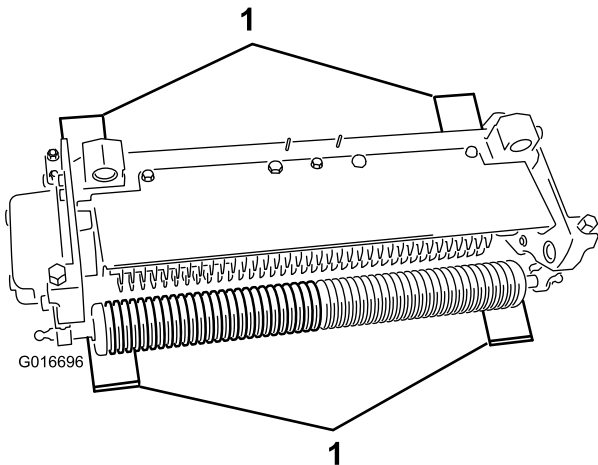

Figure 9
2. Placez 4 gabarits, réglés à la profondeur correcte de pénétration des lames dans le sol, sous le rouleau avant et le rouleau arrière de l'unité de défeutrage (Figure 9).